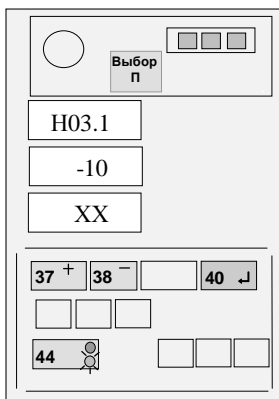

Рисунок 12 - Ввод температуры
Если величина измеренной температуры воздуха отличается от выдаваемой на средний ИЖЦ более, чем на 3°C, нажатием кнопки 44 установить на верхнем ИЖЦ код "Н03.1", а затем, нажимая кнопки "+" (37) и "-" (38), установить, контролируя по показаниям среднего ИЖЦ, значение температуры, равное показаниям термометра (см. рисунок 12).